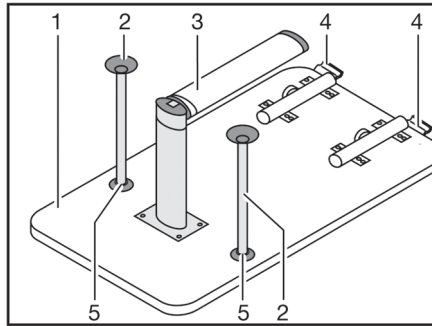

Bild 89 Sängbotten
- Lyft upp bordsskivan (Bild 89,1) ca 45° fram till.
- Fäll upp den nedre delen av det ledade stödbenet (Bild 89,3) 90°. Dra då, beroende på modell den nedre delen av det ledade stödbenet nedåt eller tryck på låsknappen.
- Tryck på låsknappen på låset (Bild 89,4).
- Sätt, beroende på modell, in de två extra stödbenen (Bild 89,2) i fästena (Bild 89,5) på bordsskivans undersida.